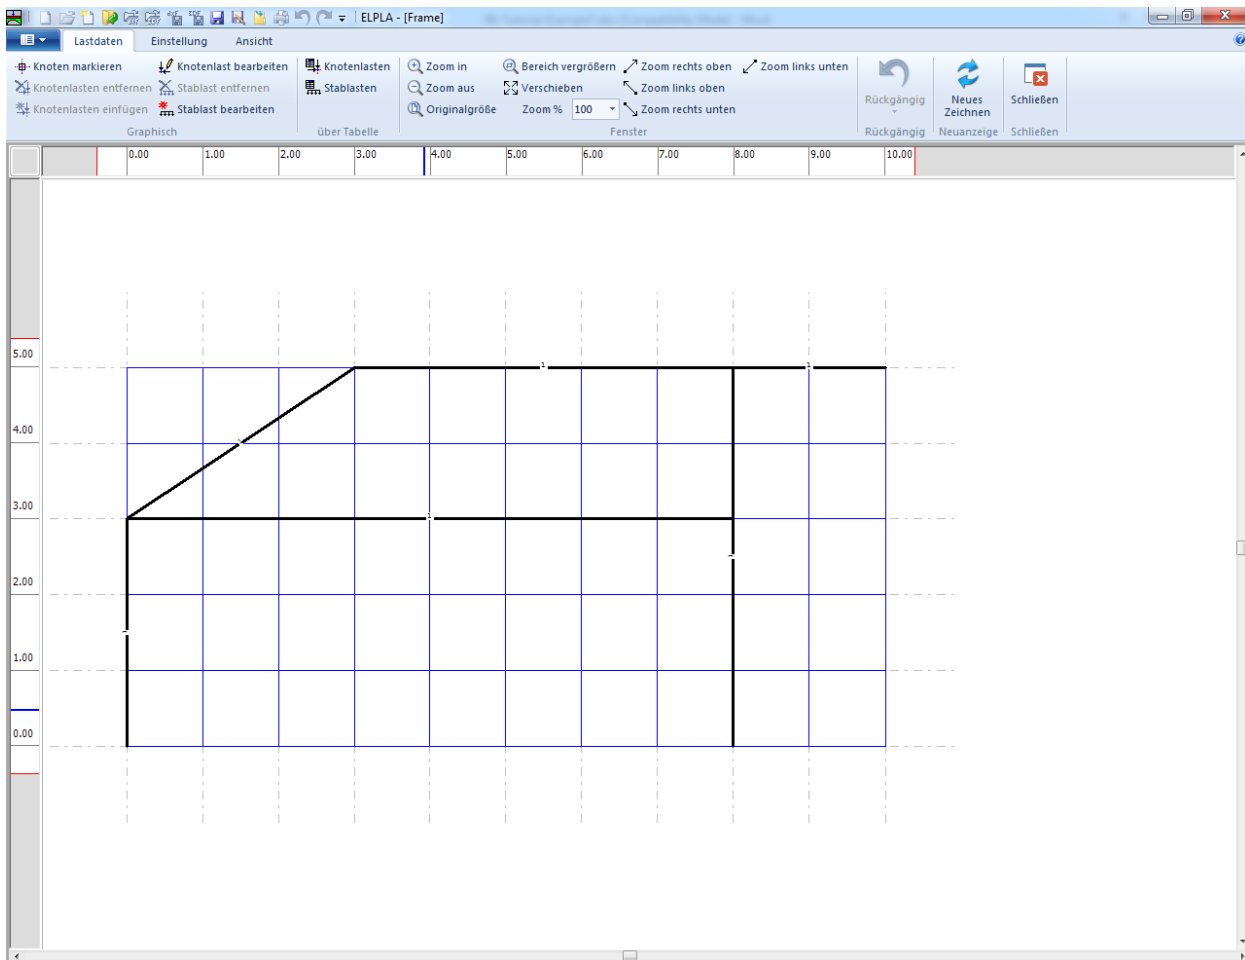

Bild 7.26 "Lastdaten" Fenster
- Das folgende Fenster (Bild 7.26) mit den Stäben auf dem Netz erscheint.
- Wählen Sie "Knoten markieren" aus dem Menü "Graphisch" im Fenster von Bild 7.26